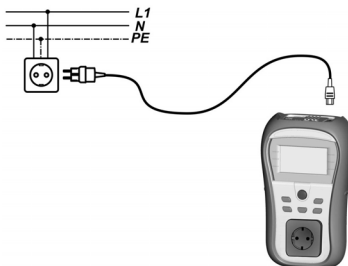

Figura 5.23: Medição da tensão do cabo IEC
- Conecte o cabo IEC ao instrumento e à fonte de alimentação normal, tal como se mostra na figura 5.23.